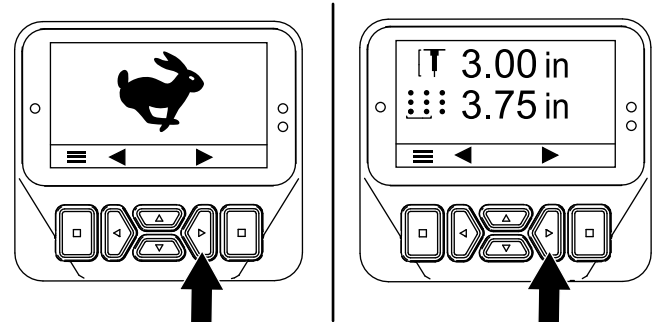
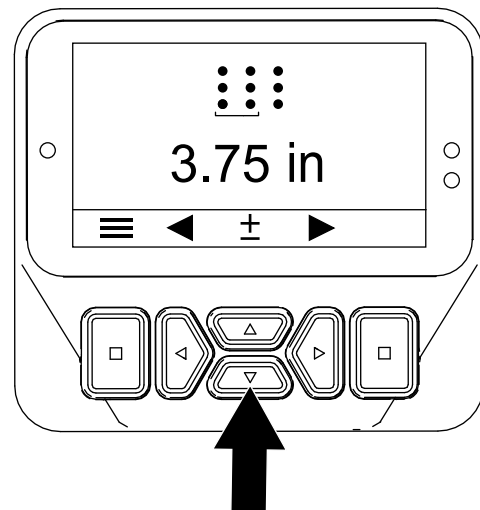

図 53
図 54
3. [穴間隔の設定] 画面が表示されるまで、右ボタンを押す(図 53と図 54)。
4. 穴あけ間隔図 54を以下の手順で調整する